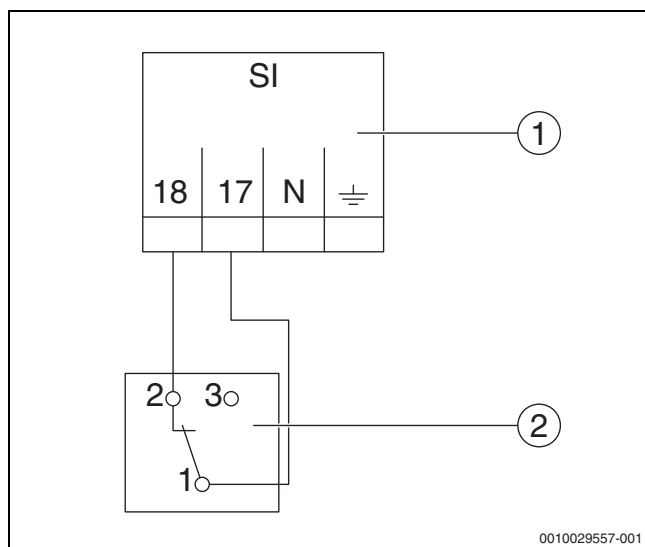

Рис. 6 Подключение внешнего предохранительного устройства
- ▶ Подключите провода согласно рис. 6 и схеме соединений.